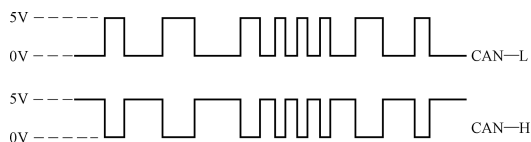

图 4-159 数据总线波形
(2) **检测方法** 采用多通道示波器测量 CAN 总线高位, 即 CAN—High (通常简称为 CAN-H) 数据线和 CAN 总线低位, 即 CAN—Low (通常简称为 CAN-L) 数据线上的电压波形。正常情况下, CAN 总线高位 CAN-H 与 CAN 总线低位 CAN-L 数据线上的电压波形的电位应为相反, 如图 4-159 所示。也就是说, CAN 总线的这两根导线上的电压, 正常时一个为高电位 5V 时, 另一个则应为低电位 0V, 两条导线上的电压和总等于一个常数。